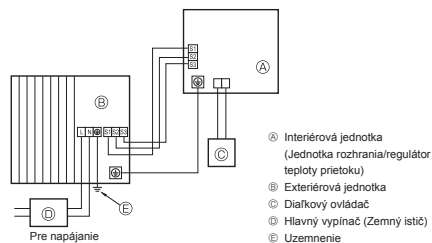
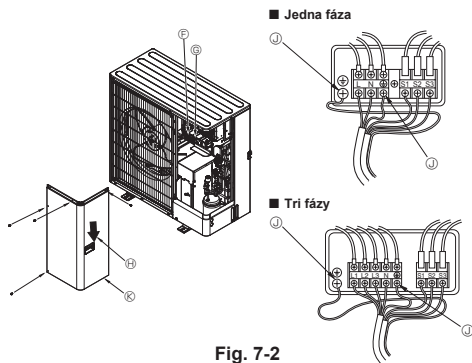

Fig. 7-1
Fig. 7-2
7.1. Exteriérová jednotka (Fig. 7-1, Fig. 7-2)
- ① Zložte servisný panel.
- ② Zapojte káble podľa Fig. 7-1 a Fig. 7-2.